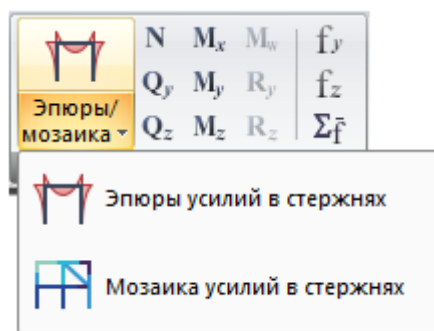

Рис. 89. Раскрывающийся список **Эпюры/мозаика усилий в стержнях**
**Эпюры/мозаика усилий** (рис.89)- раскрывающийся список с заменой, который содержит операции по отображению эпюр и мозаик усилий в стержнях.